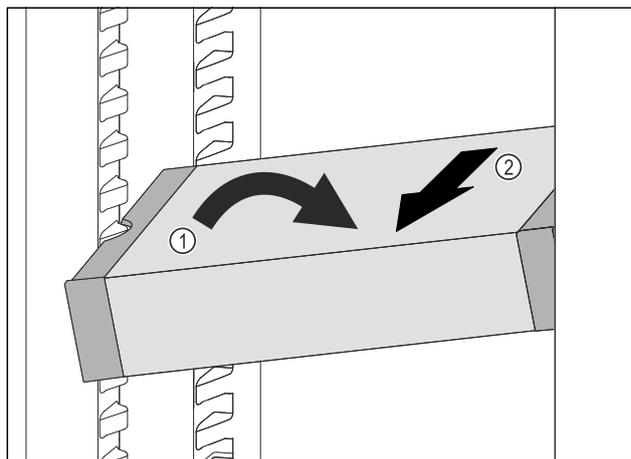

Fig. 129
- ▶ VarioSafe postavte v chladničce šikmo. Fig. 129 (1)
- ▶ VarioSafe odeberte směrem dopředu. Fig. 129 (2)